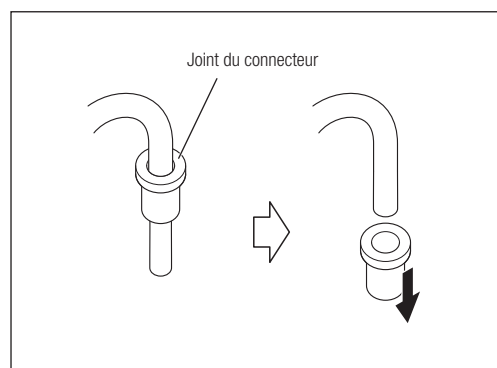

Fig. 51
- 4) Enlevez le joint du connecteur du tube d'irrigation. Ne le jetez pas. Vous pouvez utiliser ce joint sur la pompe d'irrigation de rechange (Fig. 51).